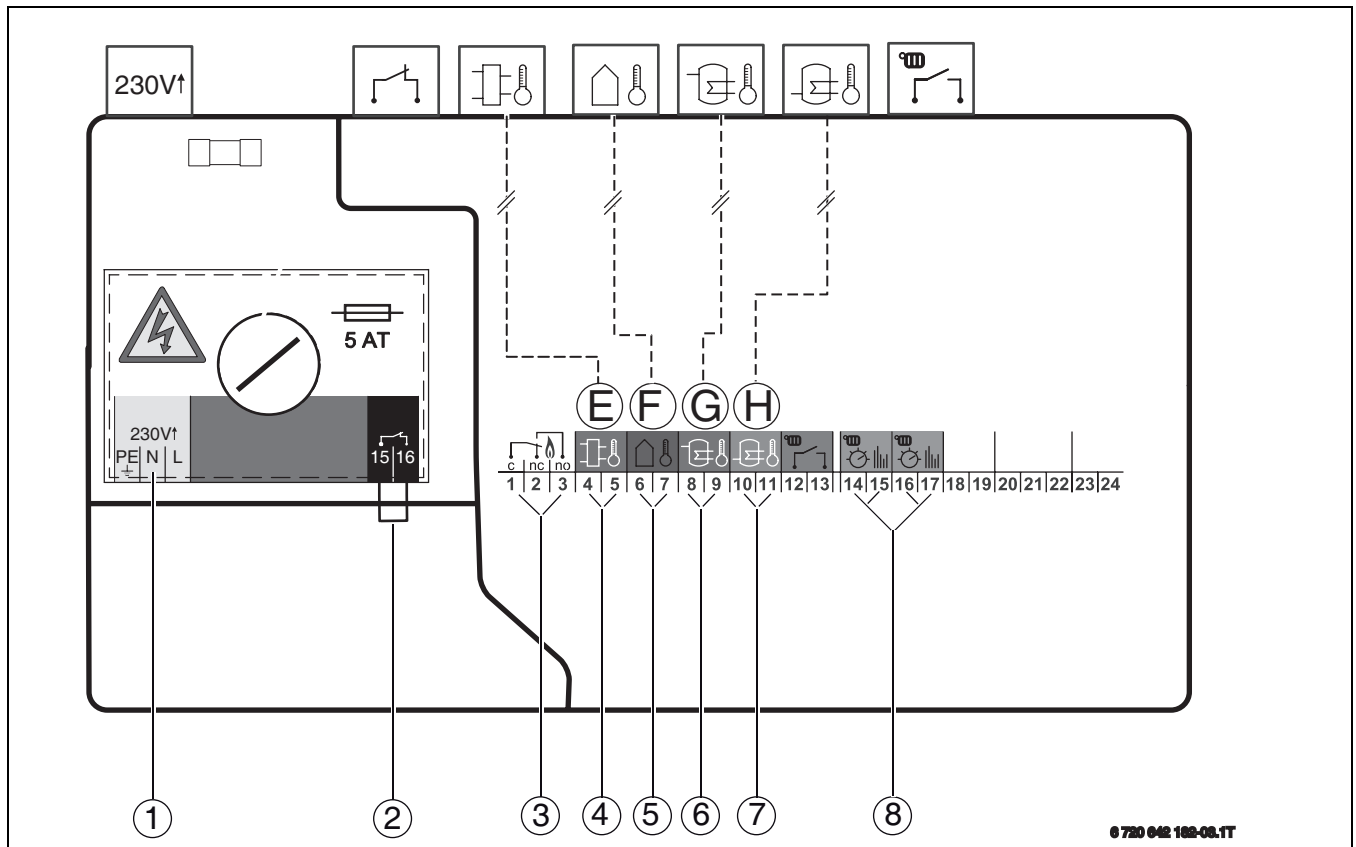

Bild 1 Anschlussplan
- Temperaturfühler am IGM anschließen (→ Bild 1).
- Anlegefühler am IGM, Klemme E anklemmen (→ Bild 1, [4]).